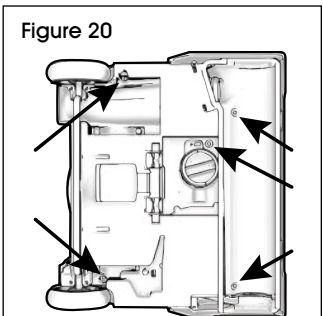

Figure 20
- Pour passer à l'entretien de la courroie, retirez cinq vis du dessous de la base. (Voir Figure 20)